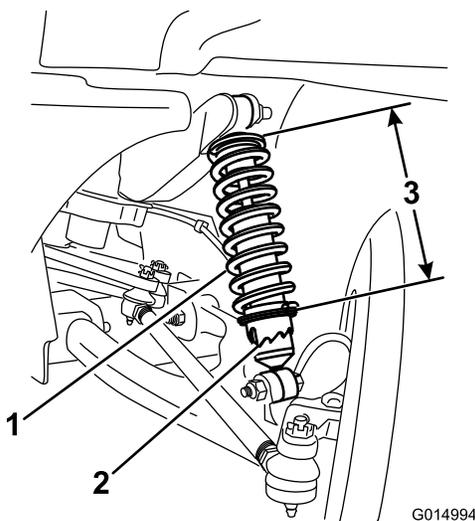

Figura 31
- A. Usando la herramienta Toro6010, gire el collarín del amortiguador para variar la longitud del muelle (Figura 31).